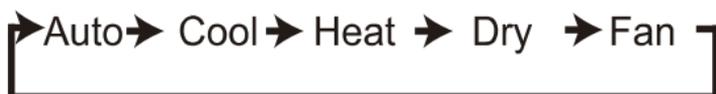

Abb. 3.5
- 2) Drücken Sie  jedes Mal, wenn Sie die Betriebsart wechseln möchten. Die Betriebsarten werden in einem Zyklus gemäß Abb. 3.5 gewechselt.